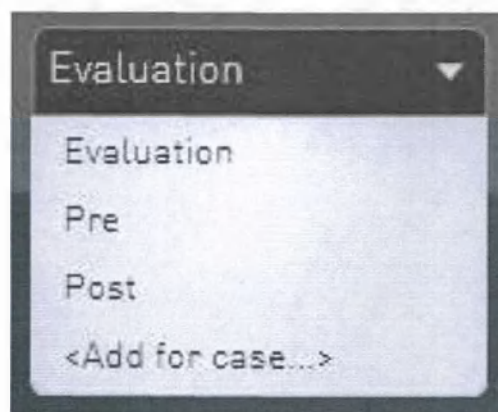

Рисунок 2-28: Выберите или добавьте название параметра оценки
2. Чтобы добавить новое название сосуда, нажмите «Добавить для случая» и введите новое название. Новая опция оценки сохраняется автоматически. См. Рисунок 2-28.